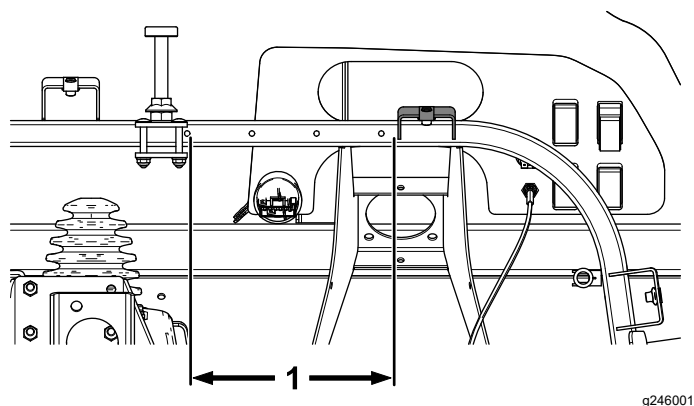

Figura 35
1. Măsurai 20,7 cm la stânga de la marginea inferioară a suportului pentru manon i marcai locaia (Figura 35).